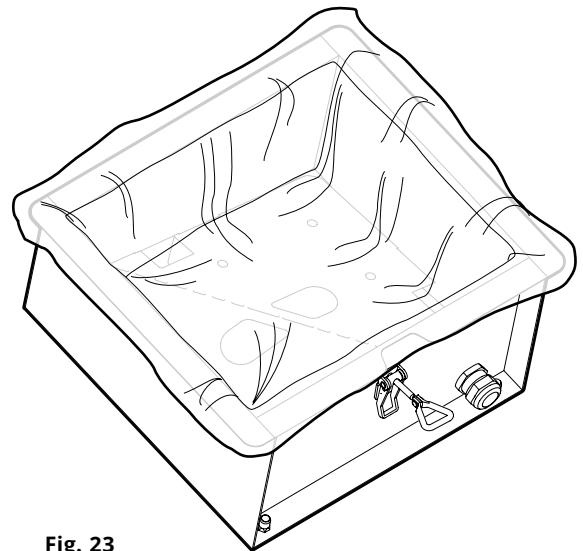

Fig. 23
6. Remplacez un nouveau sac à poussières CMF PSW3 en position correcte dans le récepteur, voir la Fig. 23.